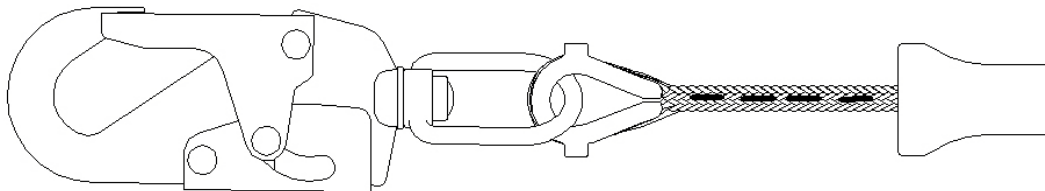

Fig. 5
- Câble synthétique : Vérifier le fil à coudre qui se trouve à l'intérieur de l'amortisseur et du manchon d'emboîtement de plastique. Mettre le treuil hors service en présence de tout dommage du fil à coudre. Consulter la Fig. 5.